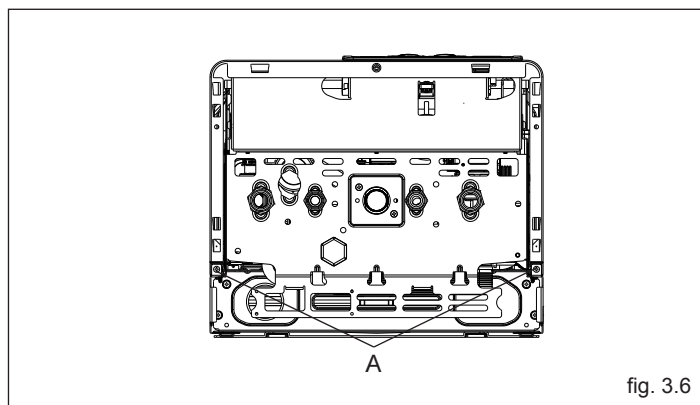
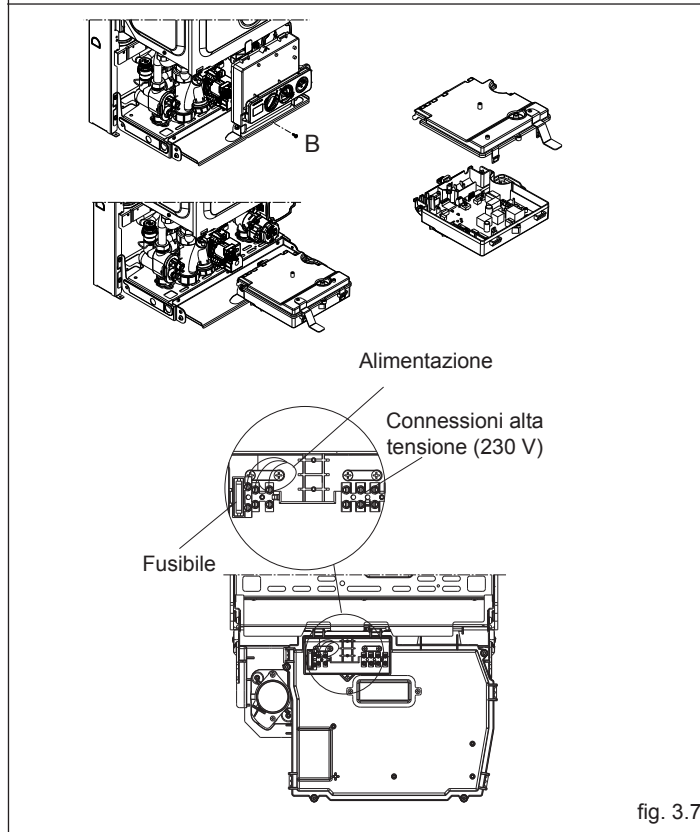

fig. 3.6
fig. 3.7
- svitare le viti (A) di fissaggio del mantello (fig. 3.6)
- svitare la vite (B) di fissaggio del cruscotto, quindi ruotarlo verso di sé
- sganciare il coperchio morsettiera, quindi rimuoverlo (fig. 3.7).